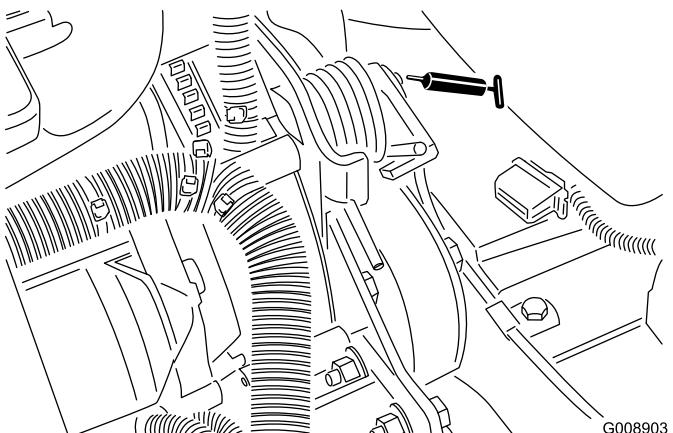

Figura 56
- Perno di tensionamento della cinghia (Figura 56)